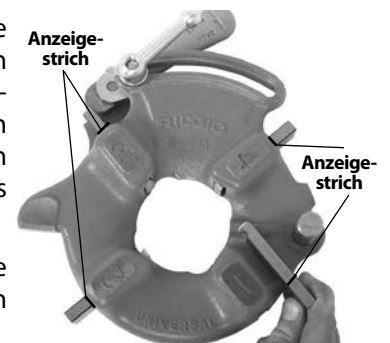

Abbildung 8 – Einsetzen der Schneidbacken
4. Heben Sie die Zunge der Scheibe aus dem Schlitz in der Größenskala. Bewegen Sie die Scheibe zum Ende des Schlitzes (Abbildung 8).
6. Die entsprechenden Schneidbacken in den Schneidkopf einsetzen, mit der nummerierten Kante nach oben, bis der Anzeigestrich bündig mit der Kante des Schneidkopfs ist (siehe Abbildung 8). Die Zahlen auf den Schneidbacken müssen denen an den Schlitzes des Schneidkopfs entsprechen. Wechseln Sie Schneidbacken